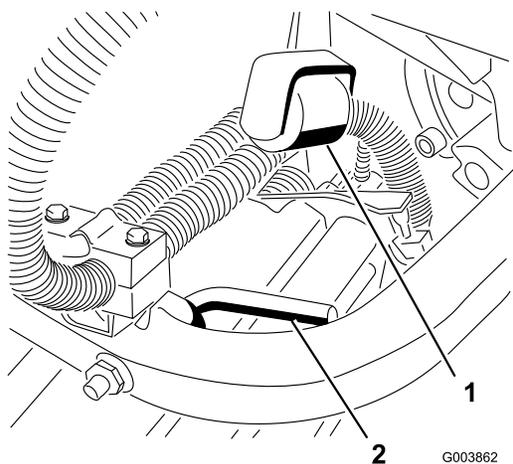

Figura 12
10. Verificate la regolazione dei rulli di serraggio (Figura 12). Quando sono correttamente regolati, i rulli toccano le leve di serraggio situate sui bracci di sollevamento posteriori, e supportano gli elementi di taglio completamente sollevati.